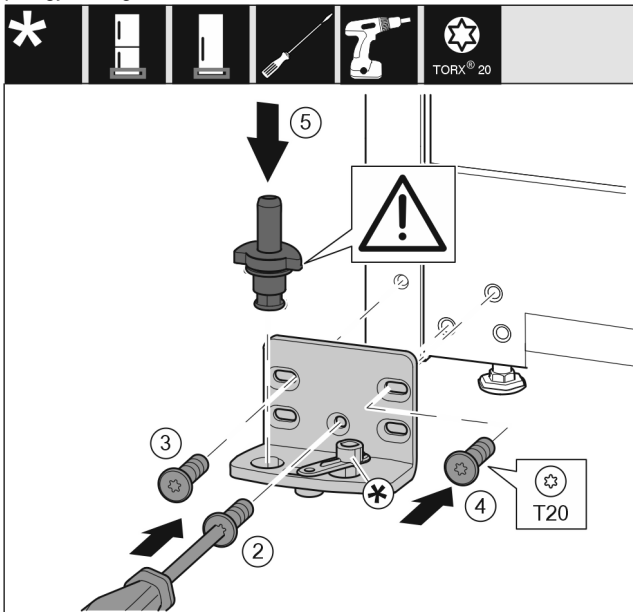

Fig. 19
- Monter lagerbukken på den andre siden, og skru den på med en skrutrekker T20. Begynn med skrue 2 nederst i midten. Fig. 19 (2)
- Skru fast skrue 3 og 4. Fig. 19 (3,4)
- Sett lagerboltene fullstendig på. Pass samtidig på at låseboltene peker bakover. Fig. 19 (5)